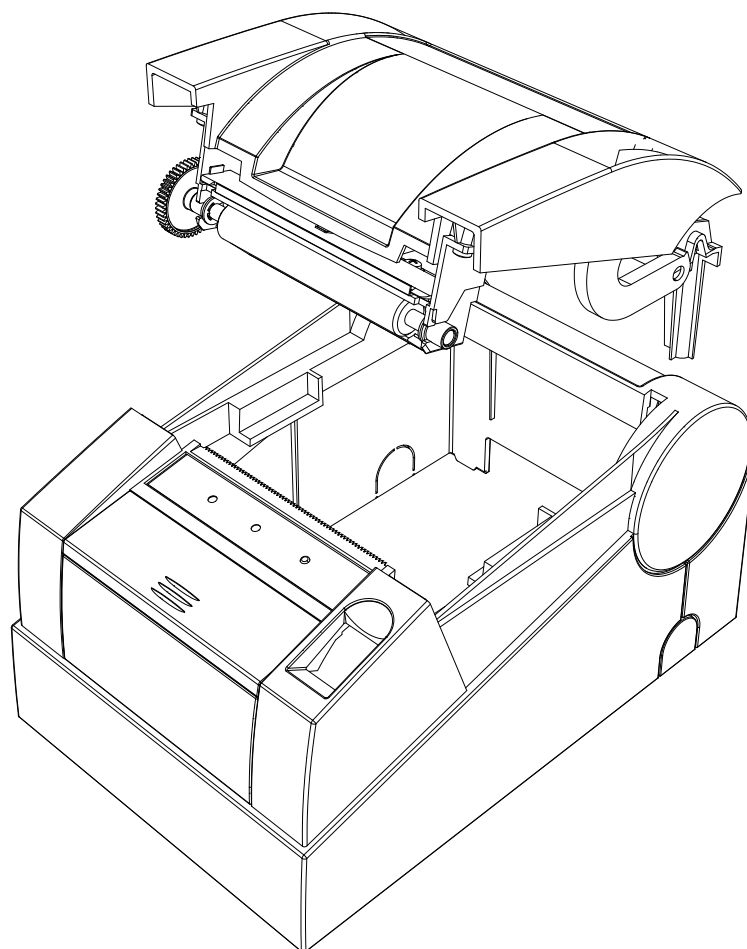

Рисунок 7. – Крышка отсека снята.
5. Выньте крышку (см. рисунок 7).